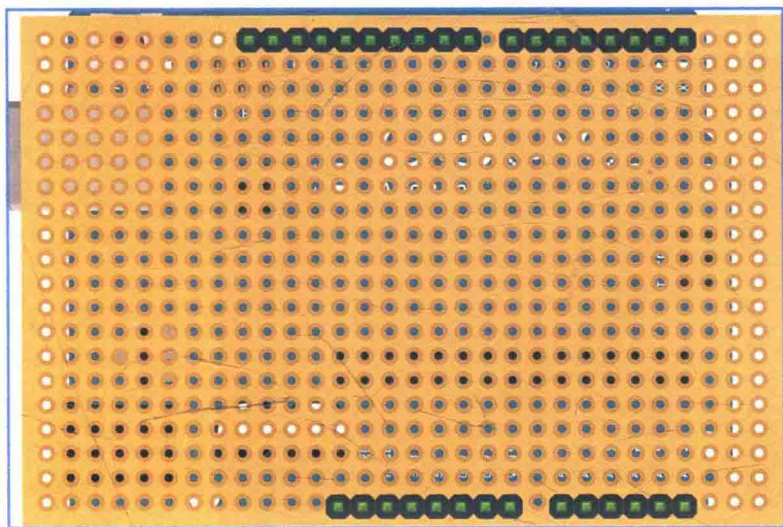

图 11.24 将排针引脚焊到面包板上
- a.** 与无人机电路板上一样，在分接板上加入排针引脚，如图 11.24 所示。